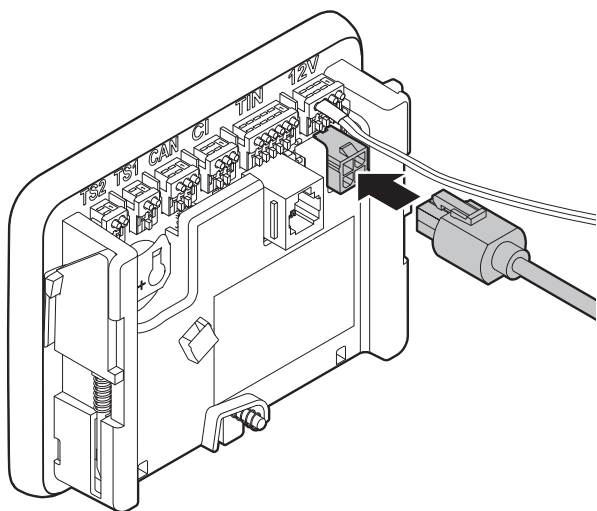

Figura 6
- Inserire un connettore del cavo nel collegamento a 12 V del Panel (Figura 6).